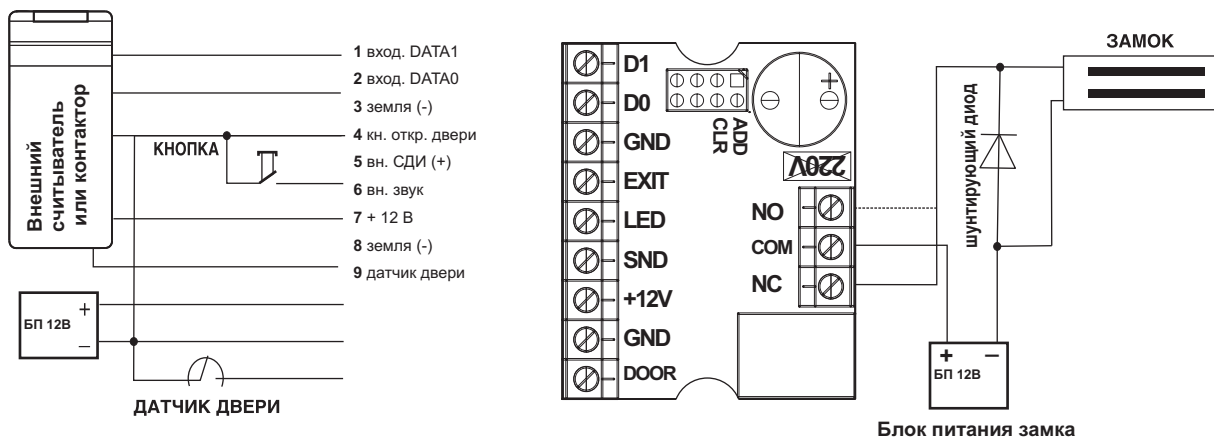

Рис. 6 Подключение внешних устройств
Важно! Для защиты контактов реле от выгорания при подключении индуктивной нагрузки в виде элеткромагнитного или электромеханического замка следует параллельно обмотке замка установить шунтирующий диод, входящий в комплект поставки (см. рис.6 на стр.12).
4. Установите шунтирующий диод (см. рис. 6 на стр.12) в случае использования индуктивной нагрузки (электромагнитный или электромеханический замки).